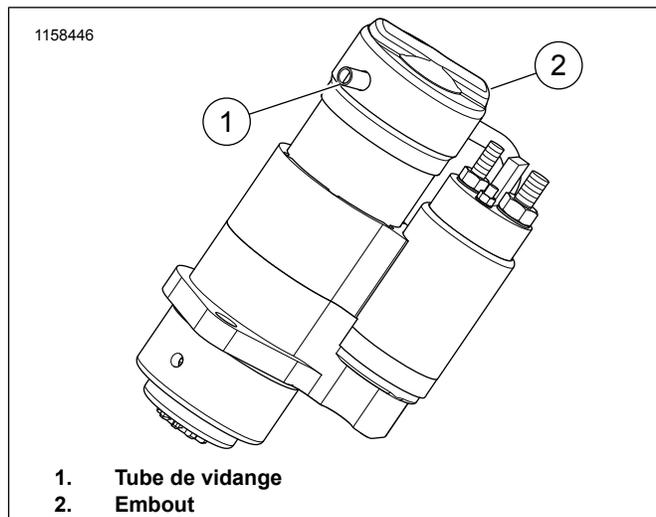

**Figure 7. Pose de l'embout**
21. Figure 7 Introduire le fil de la borne du moteur dans le plus petit des deux orifices à l'intérieur de l'embout.